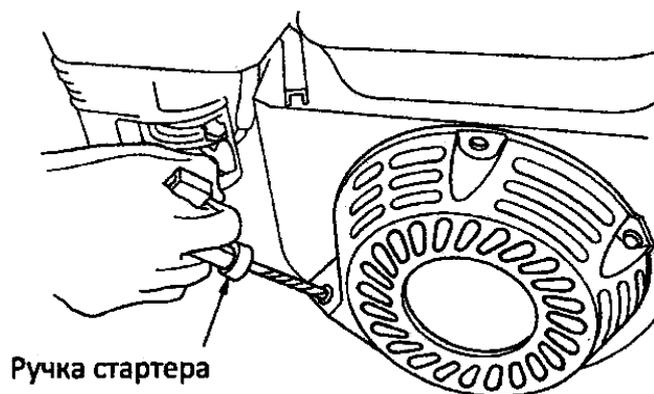

Рисунок 2.17 – Действия ручкой стартера
5. Слегка потяните рукоятку стартера до тех пор, пока вы не почувствуете сопротивление, затем резко дерните рукоятку (рис. 2.17).